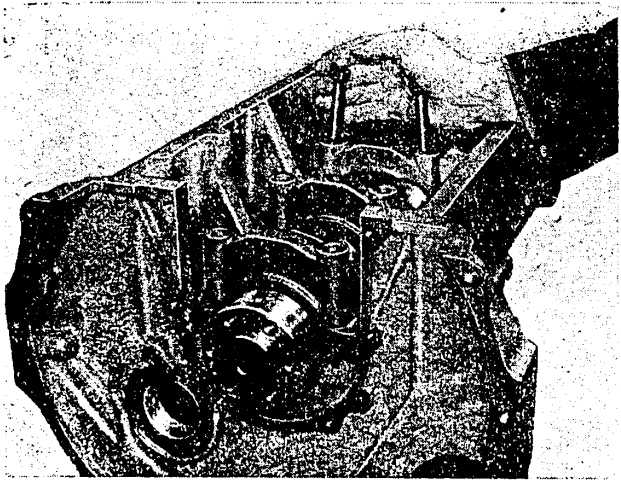

Bild M 19. Abnehmen der Lagerdeckel der Kurbelwelle
8. Befestigungsschrauben für Kurbelwellenlagerdeckel abschrauben und Lagerdeckel abnehmen (Bild M 19).